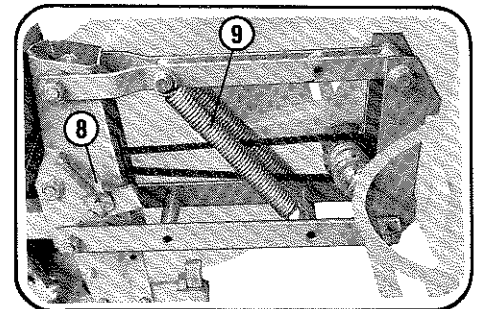
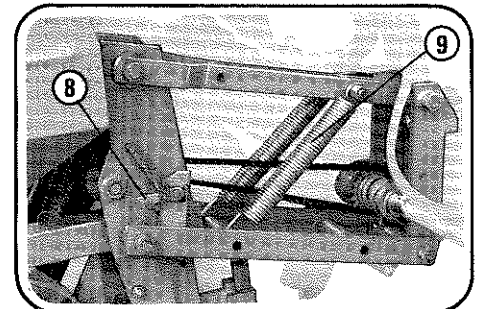

Figure 10
Figure 11
- Accrochage d'un élément en position relevée : le levier (8) par basculement commande dans un sens la position accrochage et dans l'autre sens le décrochage.
- Ressorts d'allègement (9) : Montés dans un sens (fig. 10) ils accentuent le poids des éléments et montés dans l'autre sens (fig. 11) ils réduisent le poids de ces éléments. Des puissances intermédiaires sont obtenues en utilisant un seul ressort sur les 2.
- Roues tasseuses inclinées : ces roues, commandées par la manivelle (10) régissent la profondeur du semis. 2 écartements à leur base sont possibles en plaçant les bagues entretoises (11) équipant les moyeux soit côté intérieur soit côté extérieur.
- c) **COMPENSATION SPRINGS** : (9) When mounted as in fig. 10 they increase the pressure of the rear firming wheels and when mounted the opposite way fig. 11 they relieve that pressure. In between pressures can be obtained by only using one spring instead of two. When front wheel is mounted, only the standard pressure can be used fig.... otherwise the shape of the support bracket of the front presswheel should have to be altered.
- d) **REAR FIRMING WHEELS** : As standard Rubber "V" firming wheels will be mounted. These wheels adjust planting depth by a screw type handle (10). By means of a spacer (11) the width between the two "V" wheels can be altered depending soil conditions and seeds. Spacer (11) mounted inside on the shaft widens, outside narrows the strip on top of the seedrow.